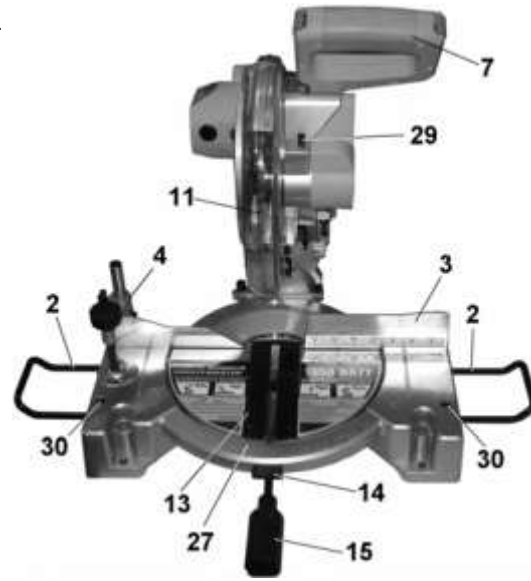

Рис. 5
8.3. Установка пильного диска (Рис. 5- 7)